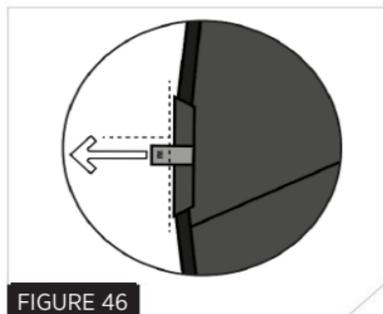

FIGURE 46
22. Assurez-vous que le cordon de rupture rouge est perpendiculaire à la fermeture éclair (Fig. 46) et qu'il est